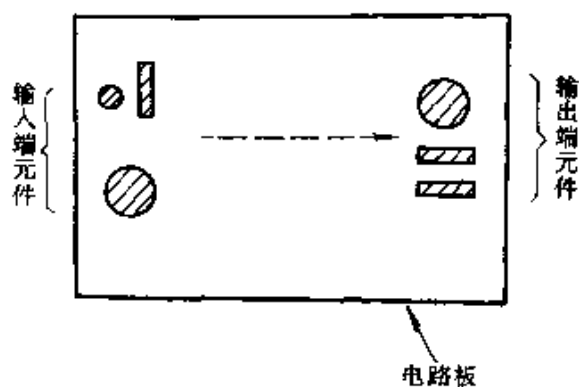

图 3-1
① 设计印制电路板时,电路输入端与输出端的元器件应尽量远离,如图 3-1 所示。